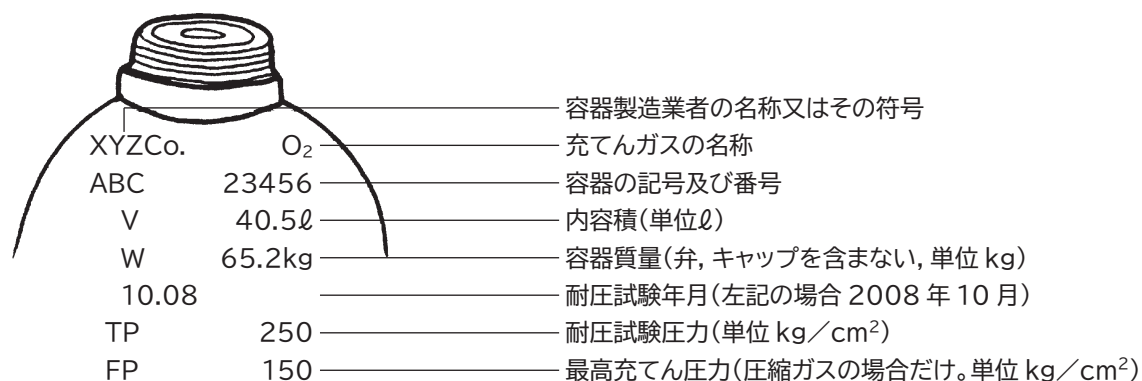

図6 容器の刻印
- 容器には肩部に図6のような刻印があるから、これを確認して高圧ガスボンベ管理システムに必ず登録すること。またガス会社からの容器貸出ボンベの場合には、ガス名・充てん量・容器返却